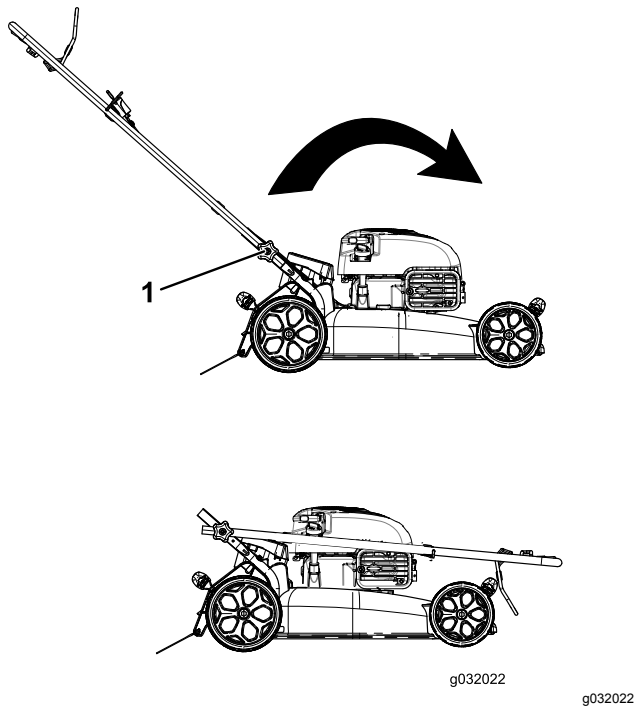

**Bild 17**
2. Lösen Sie die Holmhandräder, bis Sie den Holm ungehindert bewegen können (Bild 17).
1. Holmhandrad (2)
3. Schieben Sie den Holm nach vorne, siehe Bild 17.